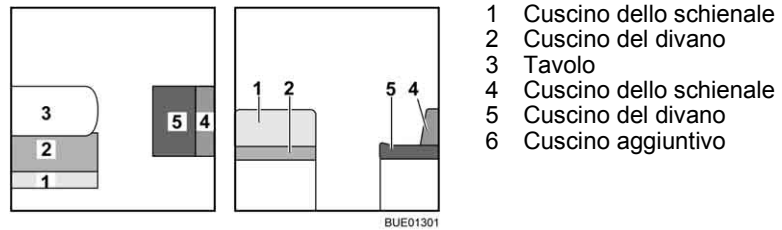

Fig. 118 Prima della trasformazione
- Trasformare il tavolo (Fig. 118,3) in struttura di supporto letto (vedi paragrafo 6.10).
- Rimuovere il cuscino dello schienale (Fig. 118,1) e riporlo.